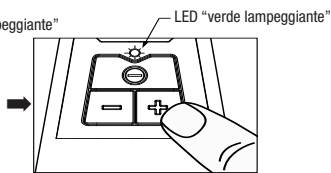

figura 3
- Regolare la velocità premendo i pulsanti "+" o "-" sulla pulsantiera. Premere "+" per aumentare la velocità e "-" per ridurla. - vedi figura 3.